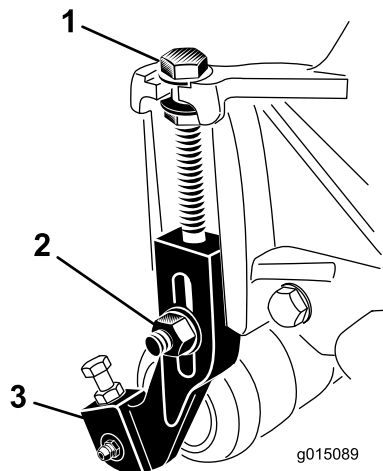

Figura 15
1. Allentate i dadi di bloccaggio che fissano le staffe dell'altezza di taglio sulle piastre laterali dell'apparato di taglio (**Figura 15**).